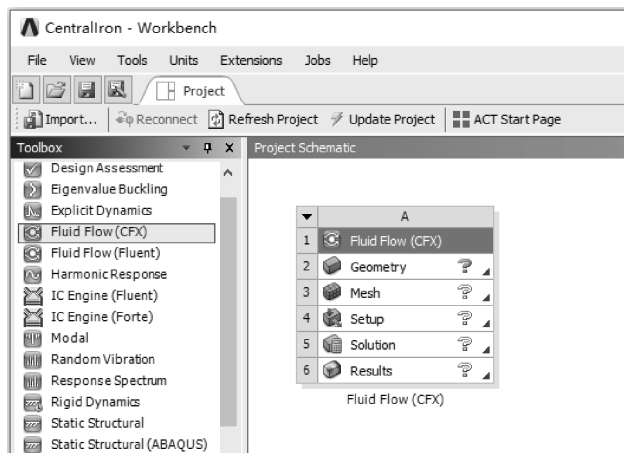

图 12-33 创建铁块的流固耦合分析
(1) 在工具箱【Toolbox】的【Analysis Systems】中双击或拖动流体动力学分析【Fluid Flow (CFX)】到项目分析流程图, 如图 12-33 所示。